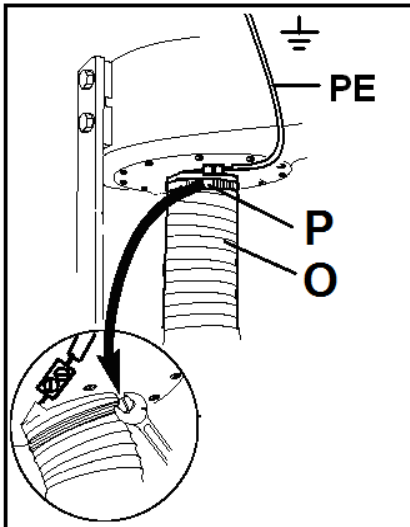

Рис. 12
Воспользуйтесь одним хомутом (P), чтобы присоединить шланг (O) к входному патрубку (Рис. 12).